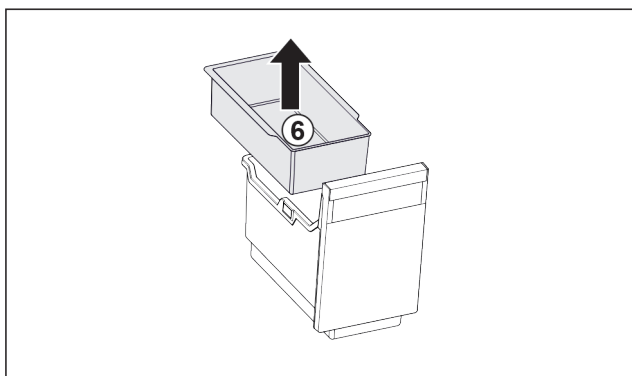

Fig. 170
- Retirer le Fig. 170 (6) balconnet pour glaçons.